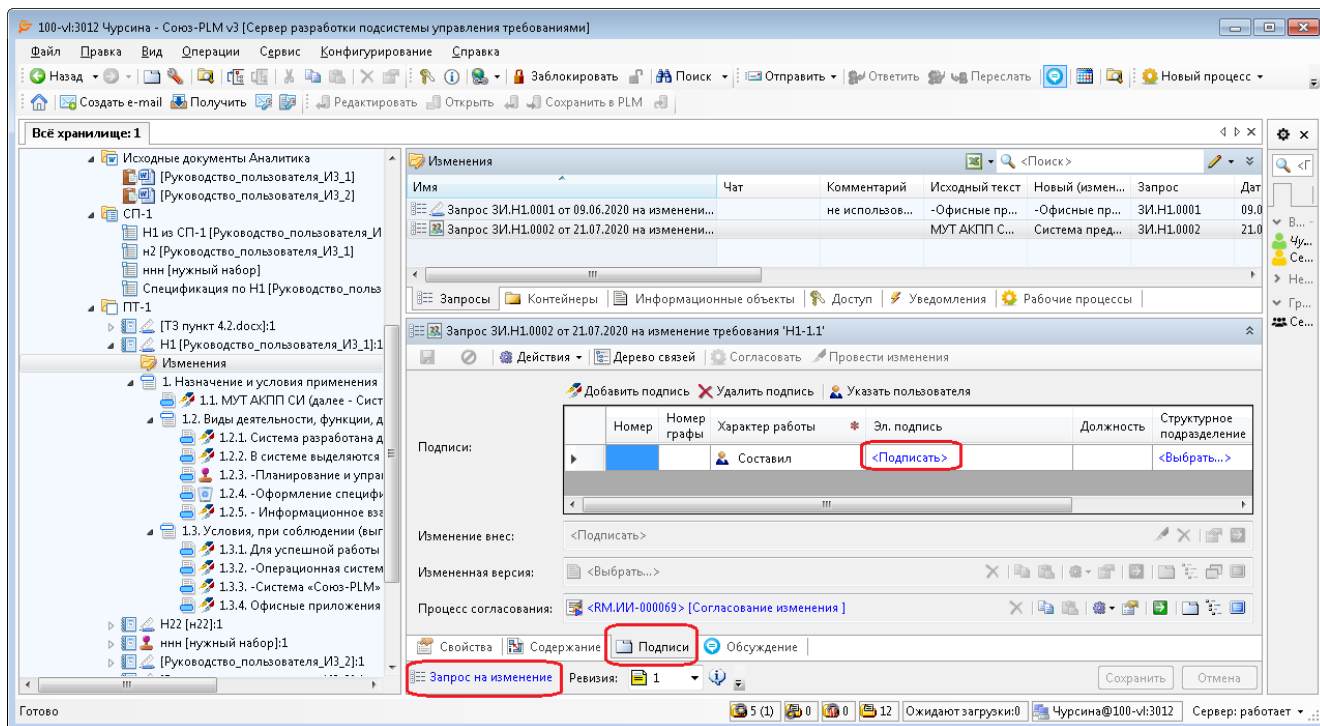

Рисунок 329 — Окно свойств «Запрос на изменение»
3. Для выполнения 1-го этапа процесса необходимо (Рисунок 329):